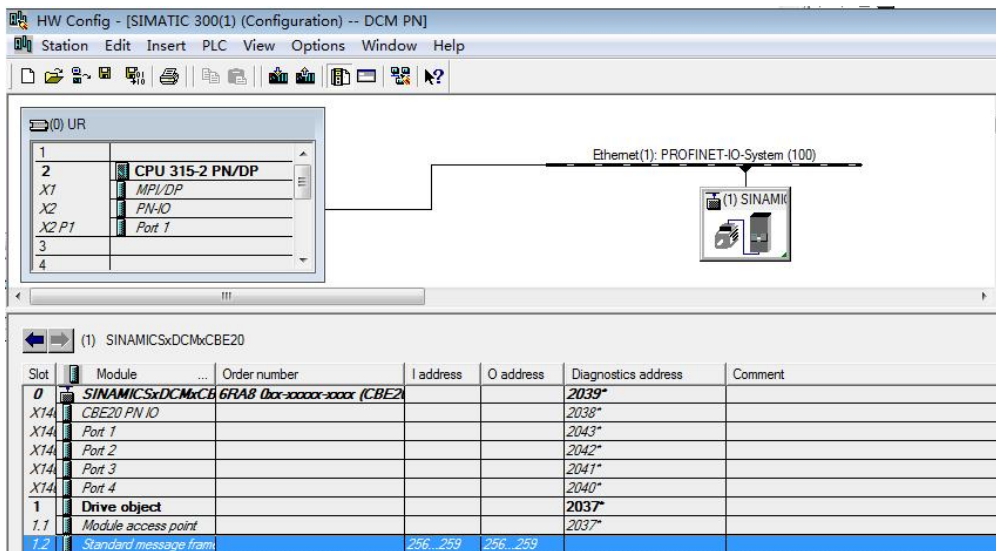

图 3-4 驱动配置
- LADDR: 在 SFC14 中指定通讯的接口地址，该地址可以根据硬件配置中报文对应的地址查找到，如图 3-4，（设置 LADDR=256=W#16#100）。
- LADDR: 在 SFC15 中指定通讯的接口地址 (LADDR)，该地址可以根据硬件配置中报文对应的地址查找到，如图 3-4，（设置 LADDR=256=W#16#100）。